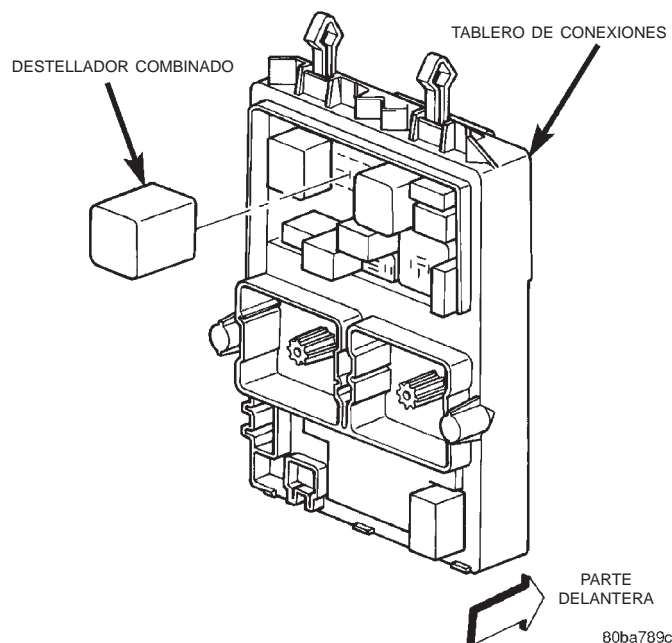

Fig. 17 Tablero de conexiones
- (1) Desconecte y aisle el cable negativo de la batería.
- (2) Retire la cubierta de la abertura de la columna de dirección del tablero de instrumentos. Para informarse sobre los procedimientos, consulte **Cubierta de la abertura de la columna de dirección** en la sección Desmontaje e instalación del grupo 8E - Sistemas del tablero de instrumentos.
- (3) El relé del encendedor de cigarrillos está situado en el lado izquierdo del destellador combinado en el tablero de conexiones (Fig. 17).